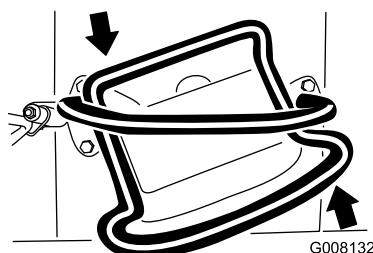

Figura 12
- Para girar a la izquierda, gire el control de tracción en el sentido contrario a las agujas del reloj (Figura 12).